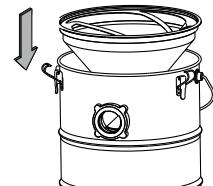

Fig. 3
- Placera förfiltret i behållaren. Förfiltret är utformat för att täcka hela behållarens omkrets (Fig. 3).